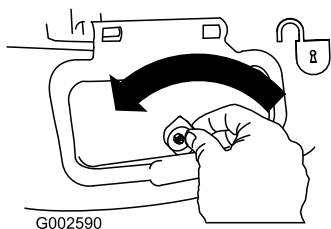

Рисунок 28
1. Разблокируйте боковую выпускную дверцу (Рисунок 28).